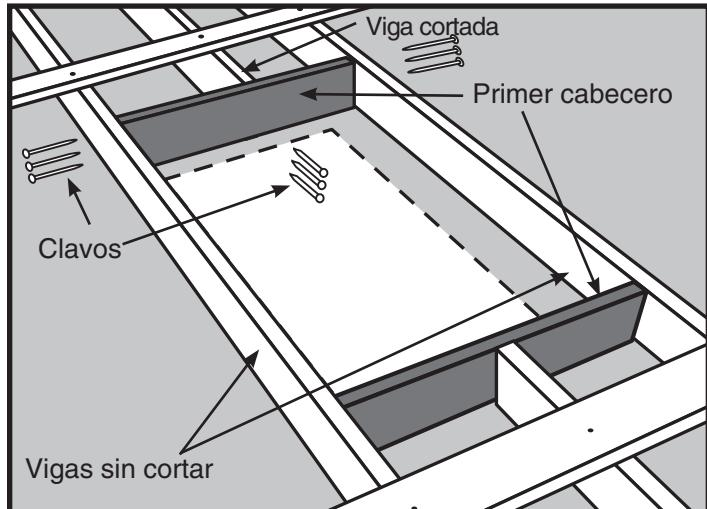

Figura 15
- PASO 3.** Coloque uno de estos cabeceros contra el extremo de la(s) viga(s) cortada(s) (vea la Figura 15). Debe ajustar perfectamente entre las vigas sin cortar. Martíllolo hasta su posición si fuera necesario; si a su longitud le sobra más de 1.6 mm (1/16"), recórtelo. Si a su longitud le falta más de 1.6 mm (1/16"), corte otro trozo.
- PASO 4.** Ponga el cabecero a escuadra respecto a la viga no cortada, y únalo al extremo de la(s) viga(s) cortada(s) con tres (3) clavos 16d (vea la Figura 15).
- PASO 5.** Revise el cabecero para verificar su escuadra, y luego inserte tres (3) clavos 16d en cada extremo del cabecero, a través de cada viga (vea la Figura 15).